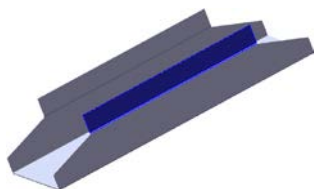
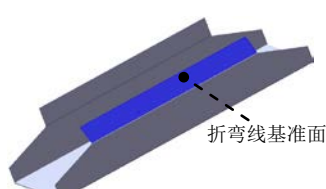

图 11.2.21 绘制的折弯 4
图 11.2.22 折弯线基准面
Step8. 创建图 11.2.21 所示的钣金特征——绘制的折弯 4。
- (1) 选择命令。选择下拉菜单 **插入(I)** → **钣金(B)** → **绘制的折弯(S)...** 命令 (或单击“钣金”工具栏上的“绘制的折弯”按钮)。
- (2) 定义特征的折弯线。
- ① 定义折弯线基准面。选取图 11.2.22 的模型表面作为折弯线基准面。